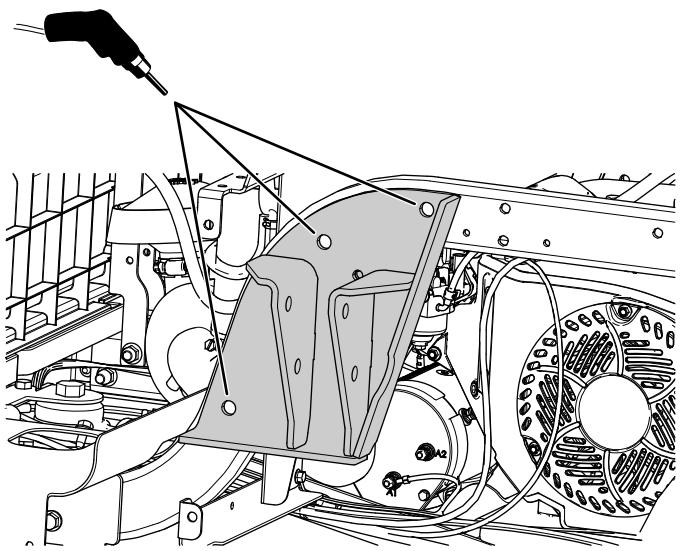

Bild 14
- Verwenden Sie die Überrollsenschutzhalterung als Schablone und bohren Sie drei Löcher (13,5 mm) den Rahmen (Bild 14).